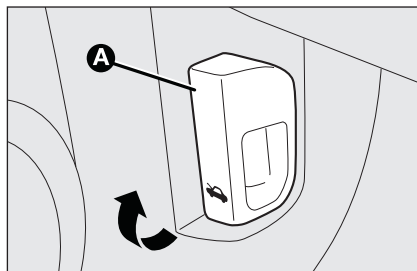

fig. 85
- ☐ trek de hendel **A-fig. 85** in de richting van de pijl;